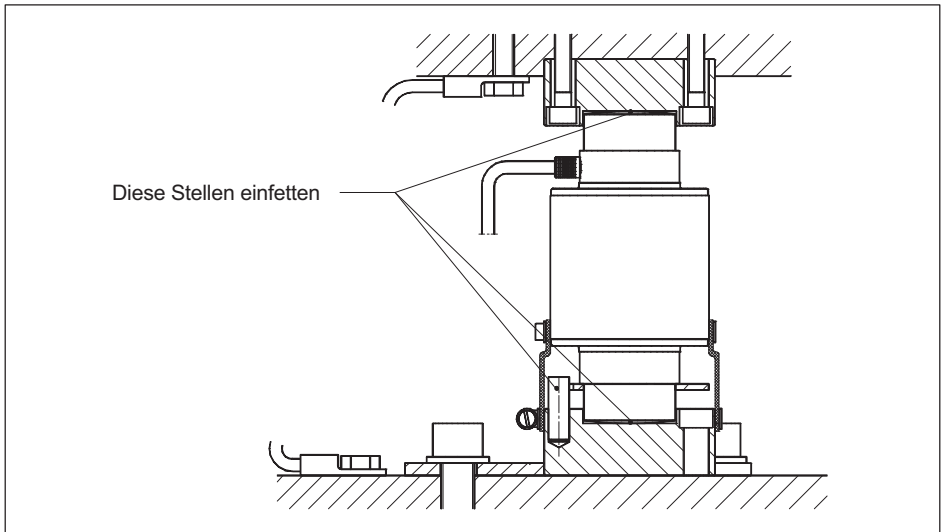

Abb. 6.2 Einzufettende Stellen
- ▶ Fetten Sie zum Schutz vor Verschleiß, Verschmutzung und Korrosion die oberen und unteren Lasteinleitungen in der Lastaufnahme sowie den Spannstift und die Verdrehsicherung an der Wägezelle mit dem mitgeliefert Fett reichlich ein (Abb. 6.2).